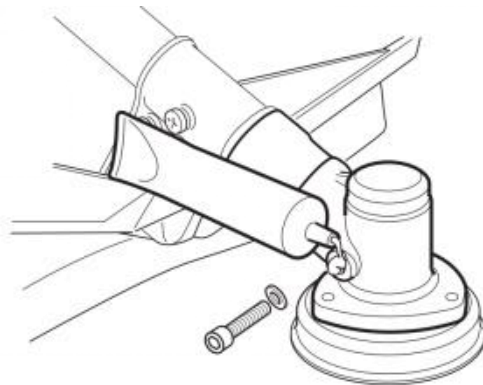

Fig. 68
2. Tillsätt lämpligt smörjmedel (bild 68).